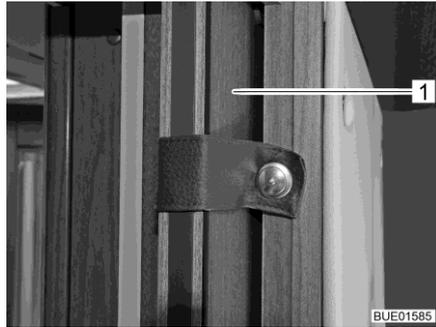
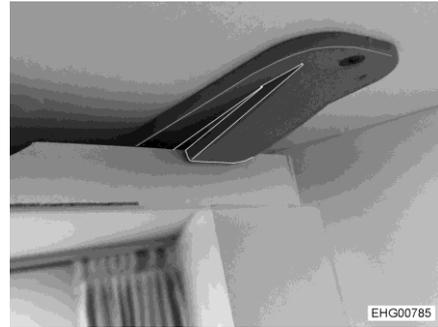

Fig. 10 Porta scorrevole (esempio)
Fig. 11 Fermo del bagno vario
- Fissare le porte (Fig. 10,1) o le pareti di separazione con i bloccaggi o i dispositivi di fissaggio previsti (nella Fig. 11 è illustrato il fermo del bagno vario).